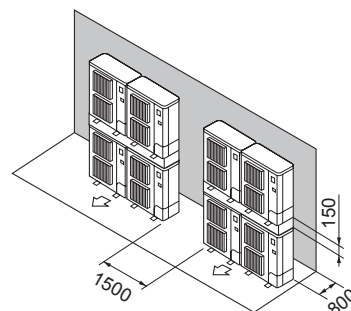

Fig. 2-18
- ⑦ Aranjare: unități suprapuse (Fig. 2-18)